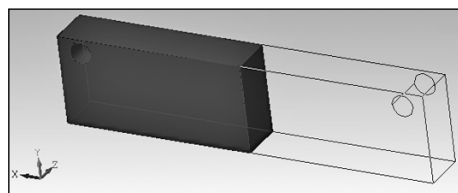

Рис. 12.15. Команда - «Зеркально отразить тело»
- **Зеркально отразить тело**  — производит зеркальное отражение выбранных элементов относительно заданной плоскости (рис. 12.15);